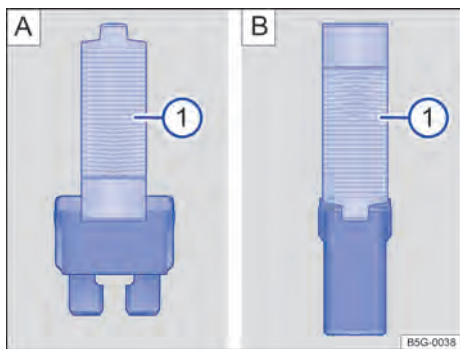

Fig. 139 Retirar ou colocar o fusível com a pinça de plástico: **A**: fusível plano, **B**: fusível de bloqueio.
- Se necessário, retirar a pinça de plástico → Fig. 139 **1** da cobertura da caixa de fusíveis.
- De acordo com a versão do fusível, colocar as garas adequadas do alicate plástico → Fig. 139 **A** **1** ou → Fig. 139 **B** **1** lateralmente no fusível.